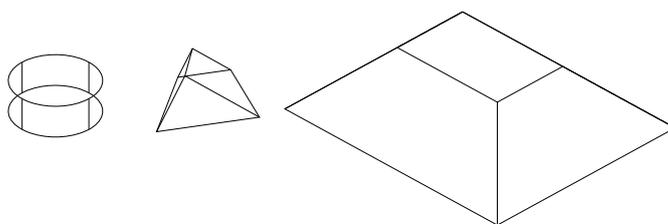

Рисунок 3.1
- выполнить выдавливание треугольника и прямоугольника на заданное расстояние с произвольной положительной и отрицательной конусностью (рисунок 3.1).